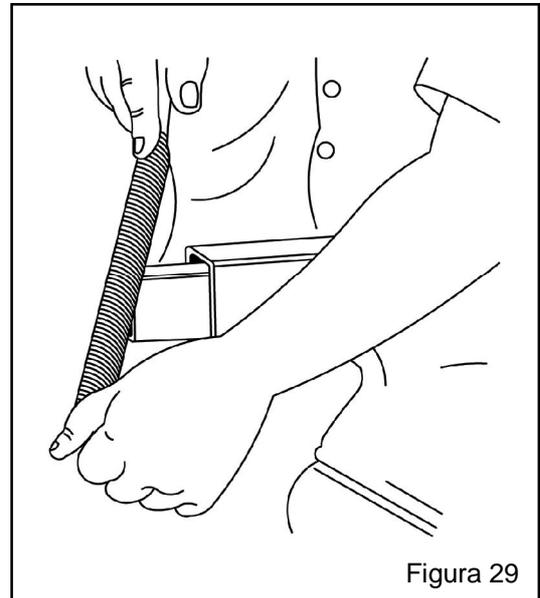

Figura 29
- Efectúe el corte en los puntos marcados conforme la orientación (Figura 26 a 28), después del corte haga el acabado en las partes con lima y lubriqué con una capa fina de grasa. (Figura 29). Efectúe el corte necesario en el tubo de la capa de protección. Monte nuevamente la capa de protección en el cardán.